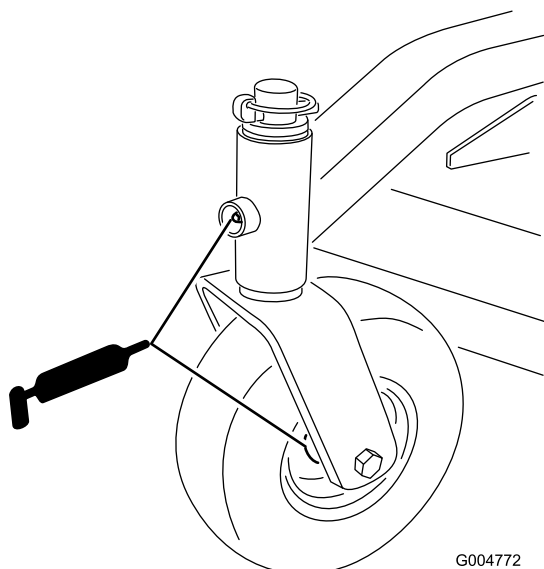

Figura 13
- casquillos de los ejes de las ruedas giratorias (Figura 13)
- cojinetes de las ruedas giratorias (Figura 13)